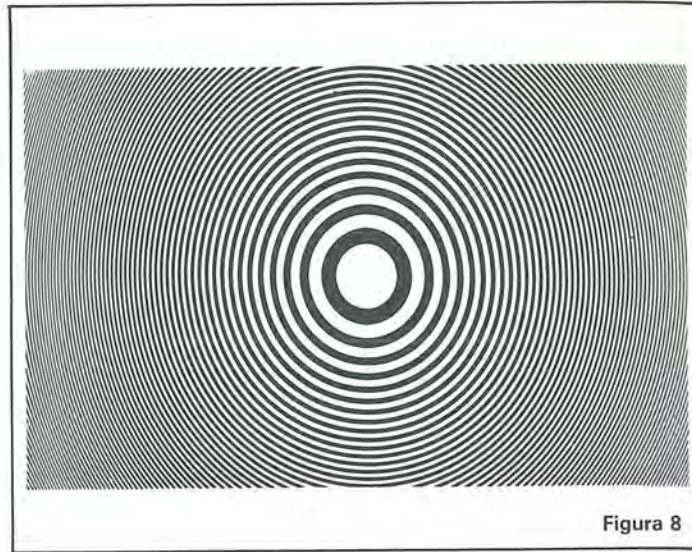

Figura 8
**Padrões de teste tipo Zone Plate** • Um outro tipo de sinais de teste que podem ser de grande utilidade para o teste de processamento digital são os sinais *Zone Plate*. Um gerador de sinais *Zone Plate* cria um padrão que, de maneira diversa em relação aos sinais convencionais de teste, possui boa parte da complexidade encontrada em imagens reais (veja a figura 8). O padrão é criado a partir de um processo digital em que uma função (geralmente uma senóide) é controlada por vários coeficientes que guardam relação com as posições de varredura vertical e horizontal, e com a frequência de quadros. Desta forma, uma grande variedade de padrões é possível, mas cada um é univocamente determinado por alguns coeficientes, e pode ser recriado com exatidão em uma outra ocasião ou em outro local. Na prática, alguns padrões de maior utilidade são selecionados a partir de um menu, ou os coeficientes de padrões desenvolvidos pelo próprio usuário são armazenados para utilização posterior.